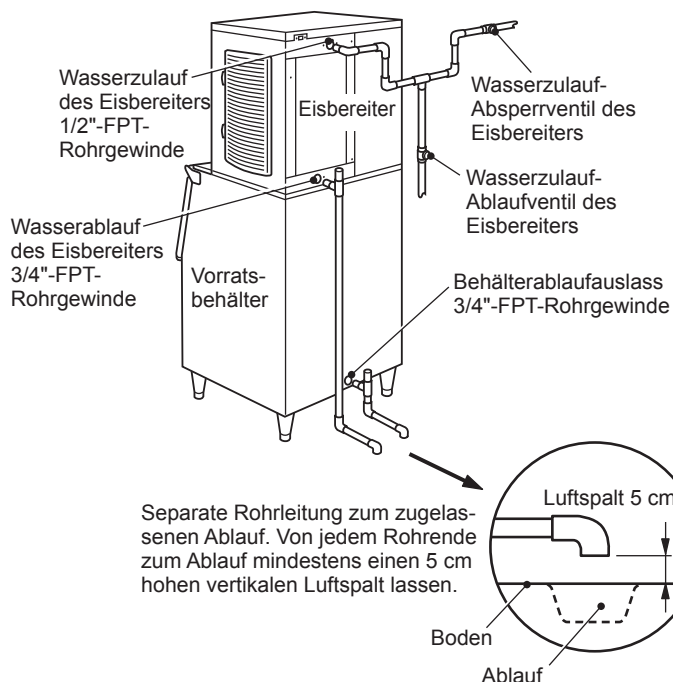

Abb. 6
- \* Für den einwandfreien Ablauf ist ein belüftetes T-Stück erforderlich. Siehe Abb. 6.
- \* Die Eisbereiter-Ablaufleitung muss separat von der Ablaufleitung des Eisvorratsbehälters/Eispenders geführt werden. Siehe Abb. 6.